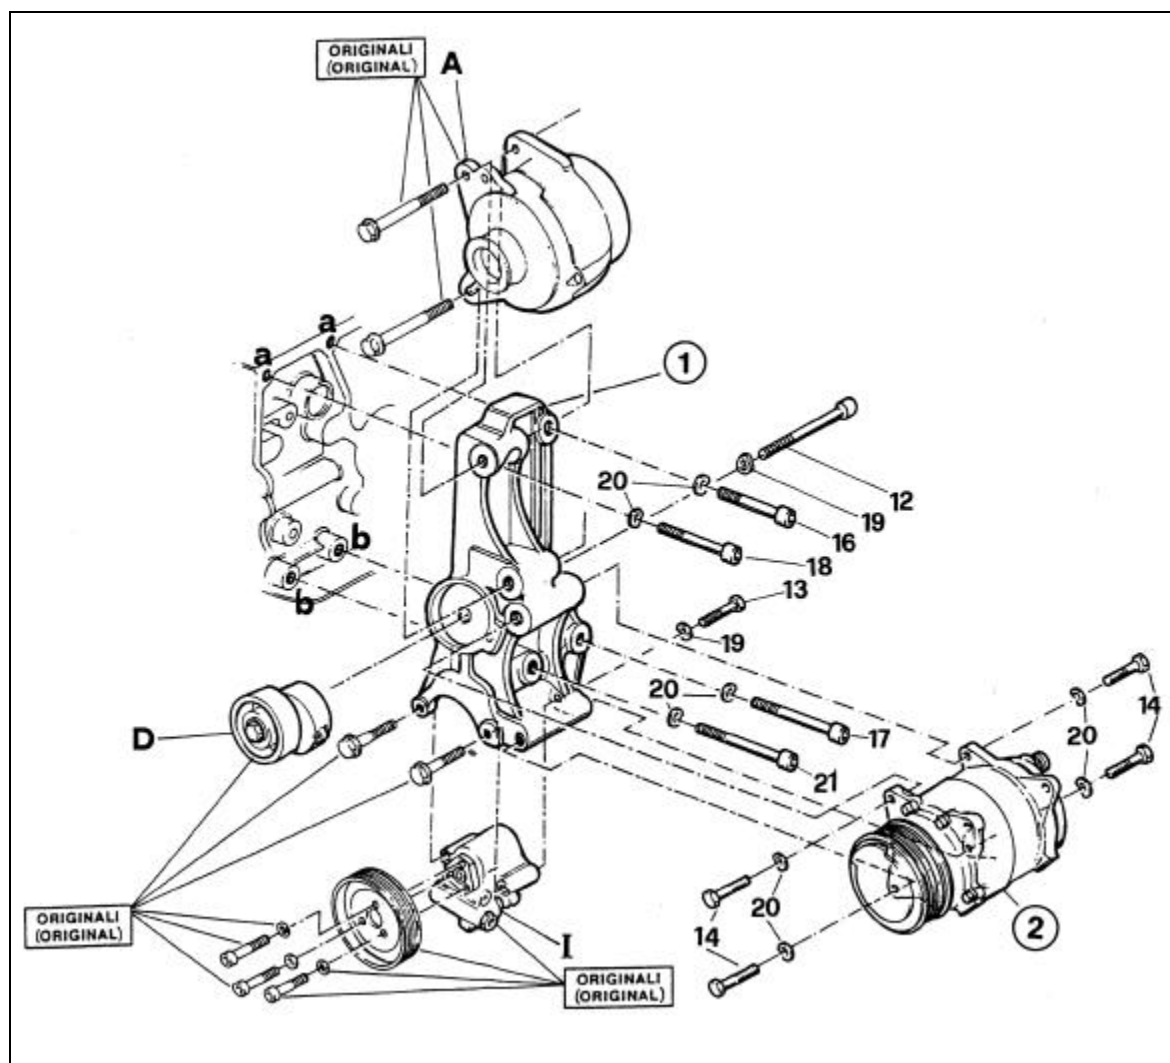

Fig.4A
Procedere al montaggio del compressore (2) e dell'alternatore seguendo le indicazioni della rappresentazione schematica di fig. 4A.
Poser le compresseur (2) et l'alternateur en suivant les indications de la synthèse schématique de fig. 4A.
During the plate assembly, slightly force the discharge manifolds screen in the area indicated by the arrow in the picture. Assemble the compressor (2) and the alternator according to the indications of the diagram of fig. 4A.
Mit dem Einbau des Kompressors (2) und des Drehstromgenerators fortschreiten, indem die Angaben der schematischen Darstellung der Abb.4A beachtet werden.
Proceder al montaje del compresor (2) y del alternador siguiendo las indicaciones de la representación esquemática de la fig. 4A.